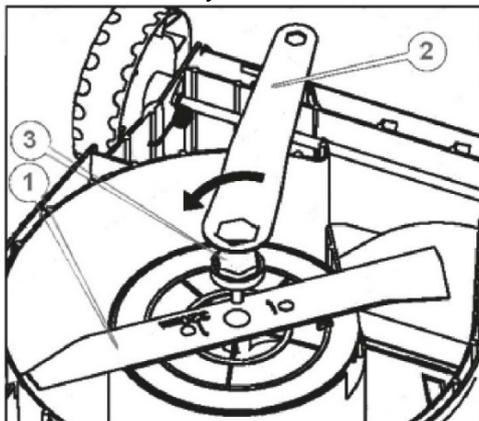

Рисунок 5. Схема заміна ножа.
3. Ключем (2, рис. 5) відкрутити гвинт (3, рис. 5) та демонтувати ніж (1, рис. 5). Заміну ножа здійснювати обережно, щоб не поранитися і не пошкодити вал електродвигуна або пластиковий корпус газонокосарки.
5. Встановити ніж на вал шпинделя та надійно затягнути гвинт (3, рис. 5) з моментом сили затягування 45 Нм.